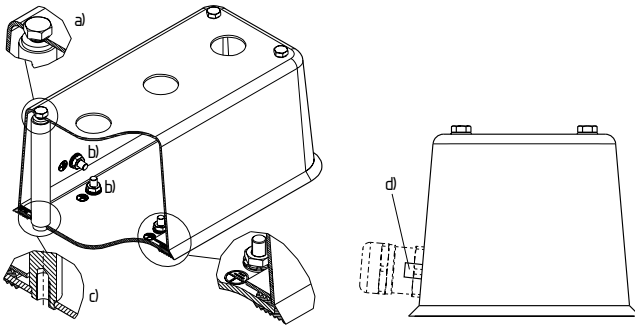

図 1: 筐体の組立て
1. 提供された接地ねじ (図1) を使用して、筐体のカバーと底面の間に
あります。これは自由な接地ねじを使用して行います (図1参照)